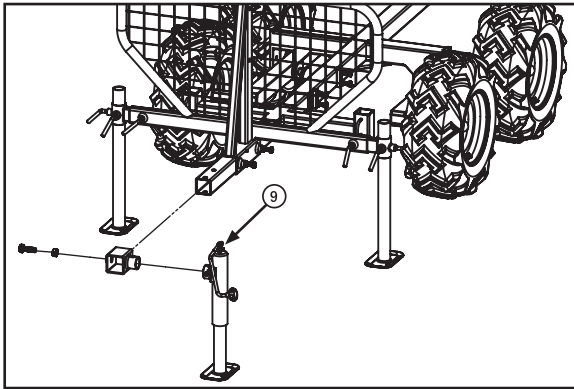

Fig. 14
Étape 14 : Installez le vérin de mise à niveau. Insérez le vérin de mise à niveau (9) sur le tube d'extension du châssis (17) de manière à ce que la face arrière soit à environ 2,5 cm (1 po). Dévissez le contre-écrou sur le boulon M16x50 mm du vérin de mise à niveau, serrez le boulon, puis verrouillez le boulon en place à l'aide du contre-écrou (fig. 14). Déployez le vérin de mise à niveau de manière à ce que le châssis principal soit horizontal.